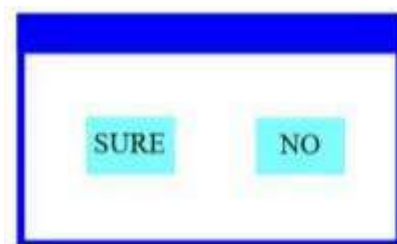

Figura 5 Dialogo di conferma
- Quando il parametro è un elemento chiave, fare clic sull'elemento corrispondente, verrà visualizzata una finestra di dialogo mostrata nella Figura 5 che chiederà conferma. Fare clic su 'sicuro' per confermare.